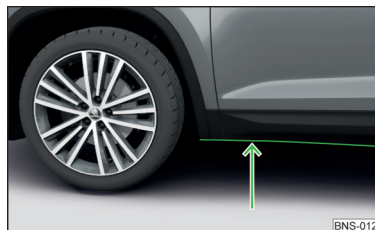

Fig. 262
- Determine la profundidad del agua antes de un vadeo. El nivel del agua debe llegar como máximo al borde inferior del larguero inferior » **fig. 262.**